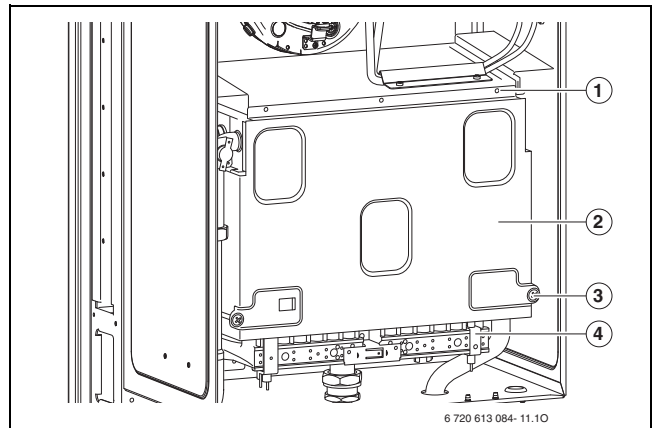

Рис. 50 Открывание горелки
- ▶ Снять переднюю панель камеры горелки и горелки (→ рис. 50).